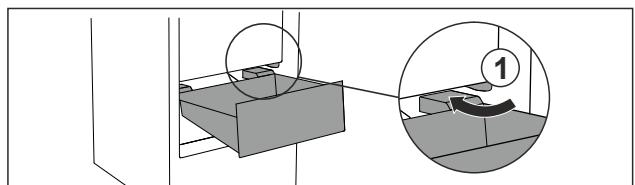

Fig. 78
- Zásuvku veděte šikmo podél zarážek Fig. 78 (1).